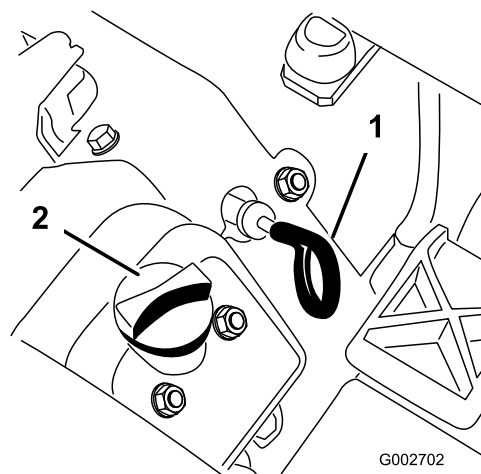

Рисунок 15
3. Выньте щуп (Рисунок 15) и протрите его чистой ветошью.